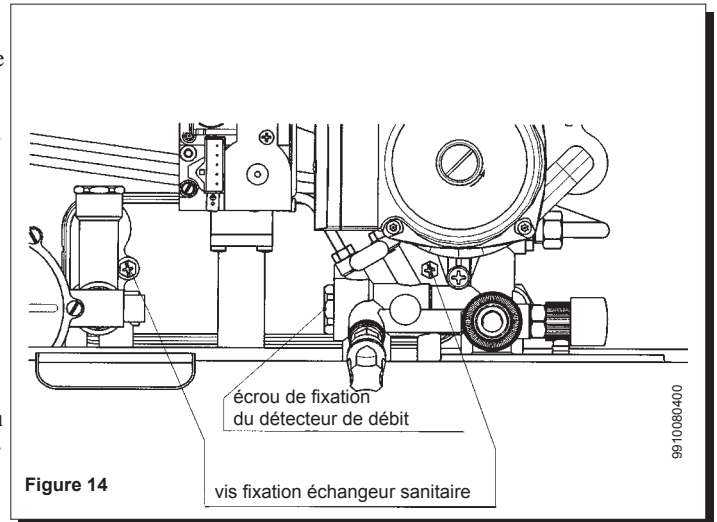

Figure 14
- * enlever les deux vis de fixation (visibles sur la face avant) de l'échangeur sanitaire puis le déboîter de son logement (figure 14).
- * dévisser l'écrou présent sur le détecteur de débit (figure 14);